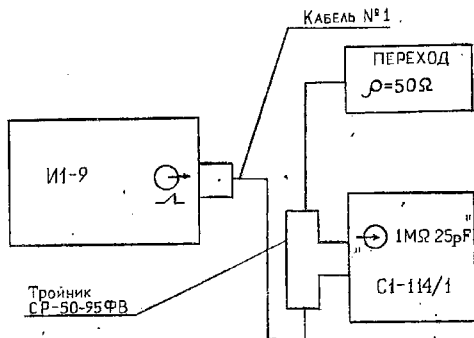

Рис.3
9.3.2.2. Проверка работы органов регулировки коэффициента развертки (рис.3)